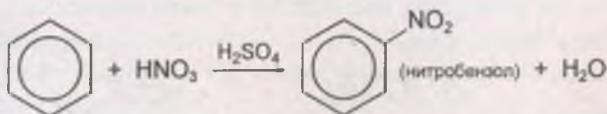

Рис. 116
- 2) нитрование — при действии на бензол нитрующей смеси атом водорода замещается нитрогруппой. Нитрующая смесь — это смесь концентрированных азотной и серной кислот в соотношении 1 : 2 соответственно (рис. 116).